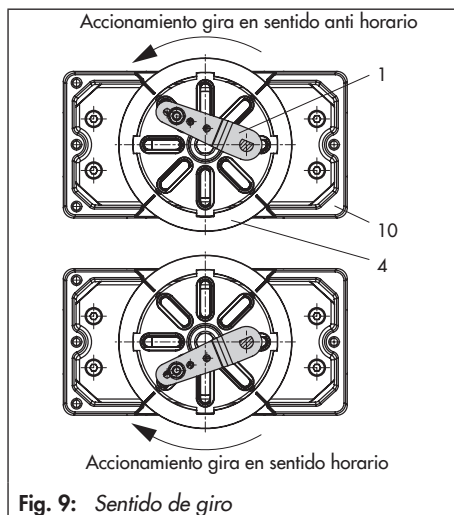

Fig. 9: Sentido de giro
8. Colocar el posicionador en la caja adaptador (10) y fijarlo. Teniendo en cuenta el sentido de giro del accionamiento, alinear la palanca (1) para que quede en la ranura de la rueda de acoplamiento con su pin (fig. 9).